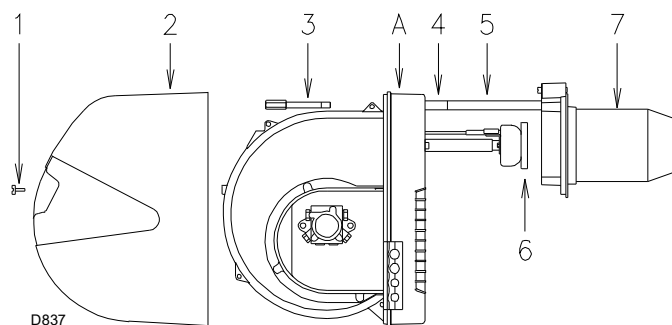

Fig. 31
- Scoateți șurubul 1)(Fig. 31) și scoateți capota 2).